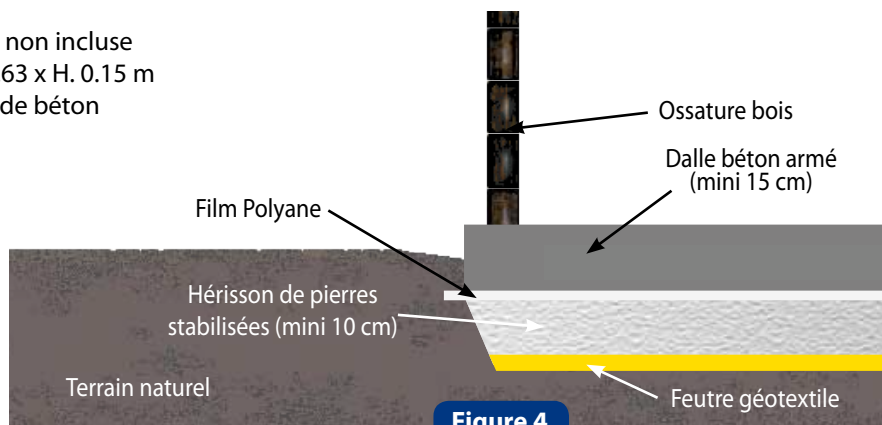

Figure 4
- Coulez une chape en béton (figure 4), armée de fibres ou d'un treillis soudé, dosée à 350 Kg/m3(normée type C125 430) parfaitement talochée ou lissée car le moindre défaut peut être visible. Épaisseur minimum 15 cm.
**Attendez 3 semaines minimum le séchage complet de la dalle avant de continuer l'installation de votre piscine (figure 4).**